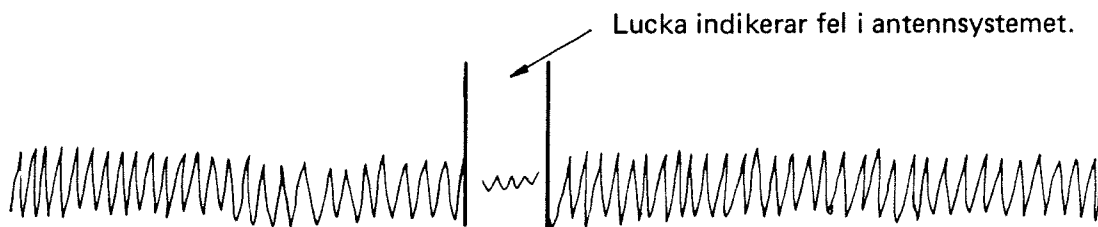

Bild 9
- Kontrollera att signalen är ren och utan luckor, se bild 9.
- Kontrollera dels att signalen är ren och utan luckor, se bild 9, dels att utnivån är cirka $0,5 V_{t-t}$.